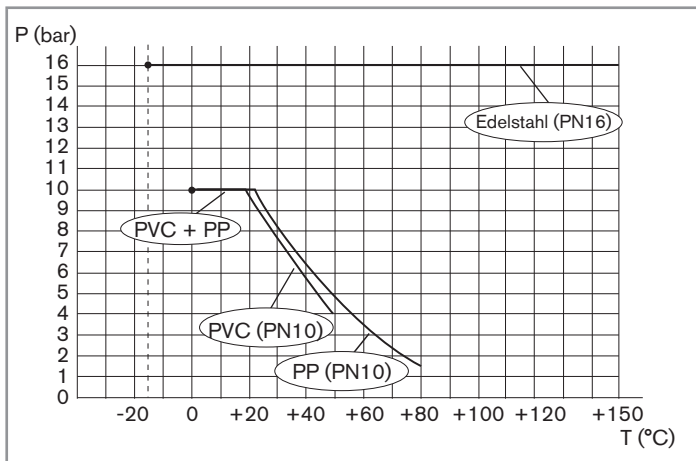

Bild 3: Temperatur-Druck-Abhängigkeitskurven der Flüssigkeit, bei allein verwendeten T-Armaturen
- Je nach Art der Werkstoffe der Armatur (siehe Bild 3) und des verwendeten Messgeräts (siehe die entsprechende Betriebsanleitung) die Temperatur-Druck-Abhängigkeit der Flüssigkeit beachten.